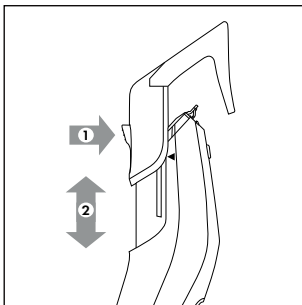

Bild 3
- Tryck på knappen baktill på kamtillsatsen **10/11** och för kamtillsatsen **10/11** uppåt eller nedåt (se bild 3). På så sätt ställs klipplängden in (se även kapitel **Klippa hår**).
- 3) Ställ in snittlängden på den hårlängd du vill ha på kamtillsatsen **10/11**. Tryck då på knappen baktill på kamtillsatsen **10/11** och för tillsatsen **10/11** uppåt eller nedåt (se bild 3). Snittlängderna framgår av markeringarna på sidan av kamtillsatsen **10/11** (se bild 4). Ställ först in en lång klipplängd och minska den sedan stegvis när du klipper.
- ◆ Ställ in snittlängden på den hårlängd du vill ha på kamtillsatsen **10/11**. Tryck då på knappen baktill på kamtillsatsen **10/11** och för tillsatsen **10/11** uppåt eller nedåt (se bild 3). Snittlängderna framgår av markeringarna på sidan av kamtillsatsen **10/11** (se bild 4). Korta av skägget lite i taget.